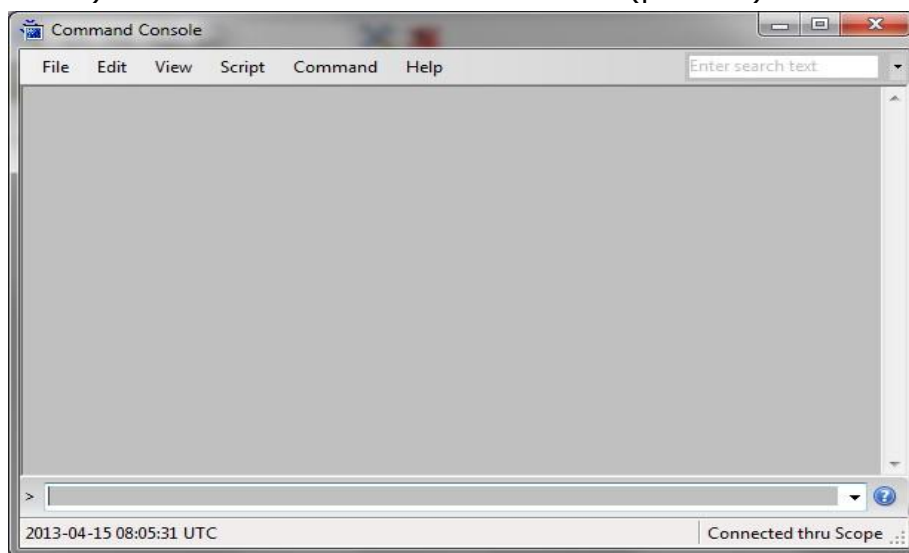

Рисунок 13
3.4.1. Все настройки и конфигурация терминала iSat производятся с помощью терминальной программы Command Console (поставляется вместе с терминалом iSat). Главное окно Command Console (рис. 13):